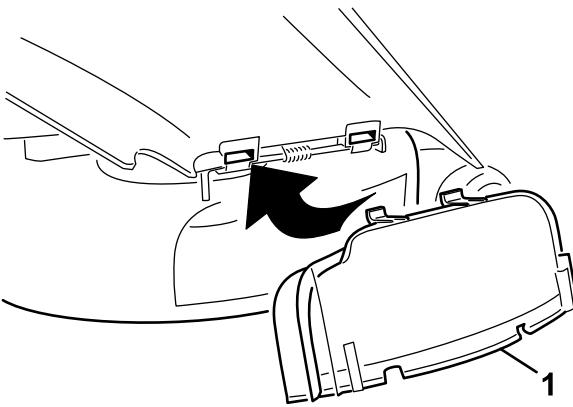

Bild 30
3. Heben Sie das Ablenkblech an und schieben die Zungen oben an der Auswurfkanalabdeckung unter die Haltestange des Ablenkblechs. Drehen Sie die Abdeckung des Auswurfkanals nach unten über die Öffnung und auf die untere Lippe des Mähwerks (Bild 30).
- 4. Befestigen Sie die Abdeckung des Auswurfkanals mit zwei Schrauben (1/4" x 2-1/2") und zwei Kopfmuttern (1/4") an der unteren Lippe des Mähwerks, siehe Bild 30.